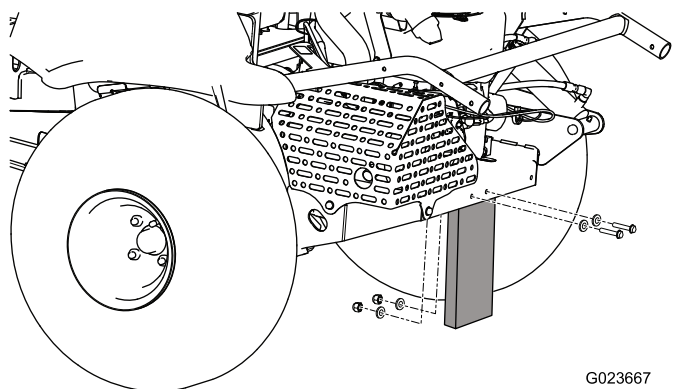

図 3
2. 出荷用ボードとブロー後部とを接続しているナット、ボルト、ワッシャを取り外す 図 3。